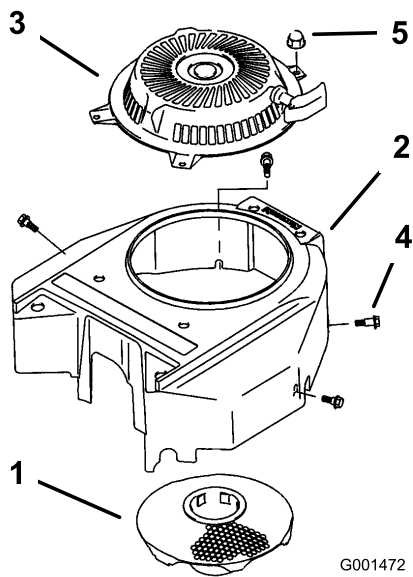

Bild 49
3. Nehmen Sie das Luftansauggitter, den Rücklaufstarter und das Lüftergehäuse ab (Bild 49).
5. Installieren Sie das Luftansauggitter, den Rücklaufstarter und das Lüftergehäuse (Bild 49).